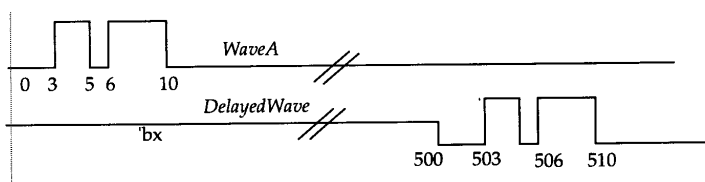

图12-6 传输时延实例
*always*语句中包含带有语句内时延的非阻塞性赋值。*WaveA*上的任何变化以后都会使*DelayedWave*在延迟*TRANSPORT_DELAY*时获得调度。结果在*WaveA*上出现的波形在被延迟*TRANSPORT_DELAY*后出现在*DelayedWave*上；这种时延波形的实例如图12-6所示。